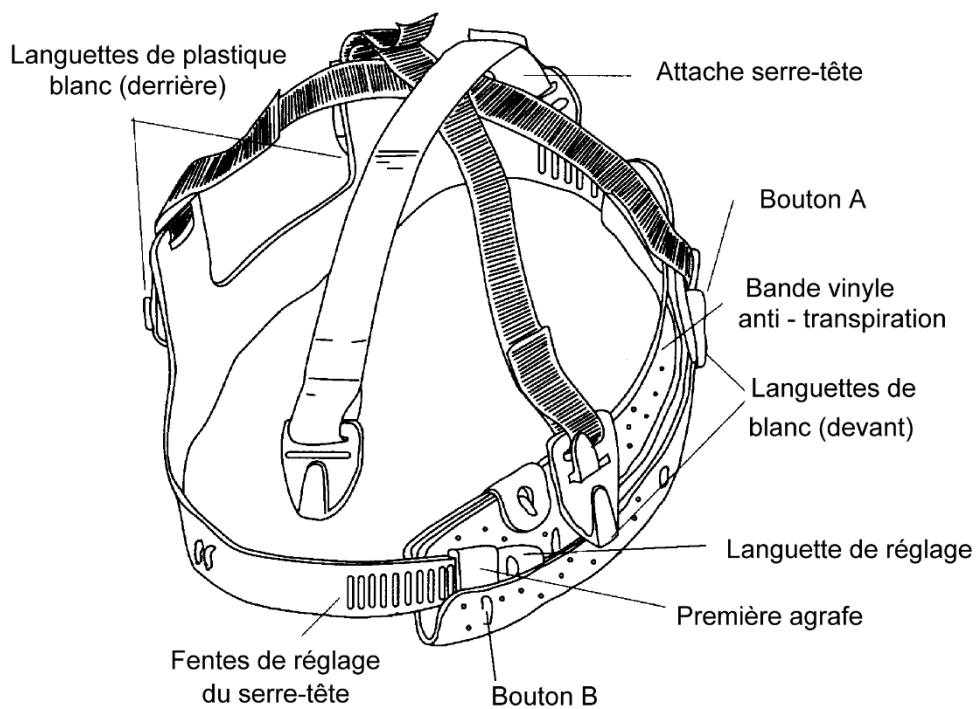

Figure 2 .- Serre-tête
(2) Détacher le serre-tête de l'intérieur de cagoule	<ul style="list-style-type: none"> - Enlevez le serre-tête en ôtant les quatre languettes de plastique blanc de leurs fixations à l'intérieur de la cagoule. -
(3) Détacher la bande vinyle anti-transpiration	<ul style="list-style-type: none"> - Détachez la bande vinyle par pression des boutons A et B (voir figure 2). -
(4) Réglage du serre-tête	<ul style="list-style-type: none"> - Le serre-tête convient à des têtes dont la taille est comprise entre 6.5 et 8 (les tailles sont inscrites sur les perforations du bandeau). - Faites glisser la languette de réglage le long du front jusqu'à obtenir la taille désirée. - Ajustez éventuellement de chaque côté. - Clipser les pressions sur la lanière frontale. -
(5) Attachez la bande vinyle	<ul style="list-style-type: none"> - Attachez la bande vinyle sur les boutons A et B du serre-tête. -
(6) Vérifier l'attache du serre-tête	<ul style="list-style-type: none"> - Vérifiez que l'attache du serre-tête est en place. -
(7) Réajustez l'attache du serre-tête	<ul style="list-style-type: none"> - Essayez le serre-tête et réajustez le si nécessaire.
(8) Réinstaller le serre-tête	<ul style="list-style-type: none"> - Remplacez le serre-tête dans le casque en insérant les quatre languettes en plastique blanc dans leurs fixations à l'intérieur de la coque de la cagoule (voir figure 2). -
(9) Ré-attacher la cape	<ul style="list-style-type: none"> - Procédez en sens inverse du (1).
Pour remplacer le serre-tête ou simplement le régler, voir § 7.2. (figure 2)